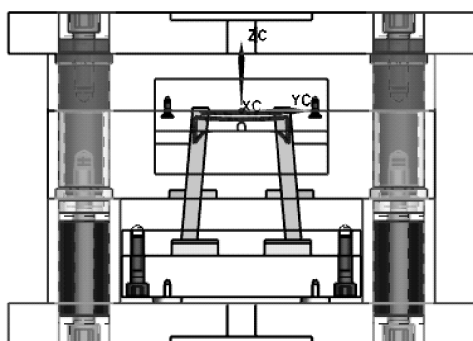

图 8-94 加载另一边斜顶抽芯组件
(5) 用同样的方法，但是+YC 轴需要旋转 180° ，加载另一边的斜顶抽芯组件，如图 8-94 所示。